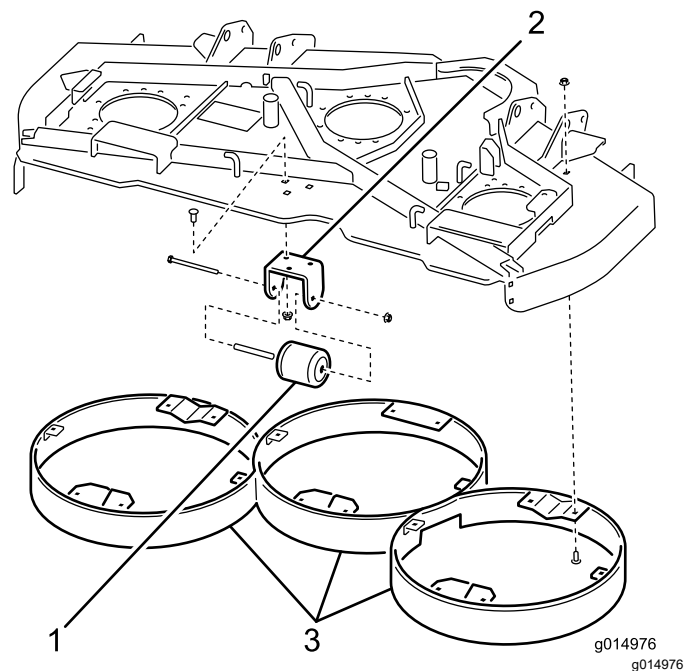

Figure 1
3. Déposez l'écrou, le boulon et l'entretoise qui fixent le galet au support de montage et déposez le galet (**Figure 1**).
4. Retirez les boulons de carrosserie et les écrous qui fixent le support du galet à la face inférieure du plateau de coupe, et déposez le support (**Figure 1**).
5. Retirez les boulons de carrosserie et les écrous à embase qui fixent les déflecteurs central, gauche et droit à la face inférieure du plateau de coupe et déposez les déflecteurs (**Figure 1**).